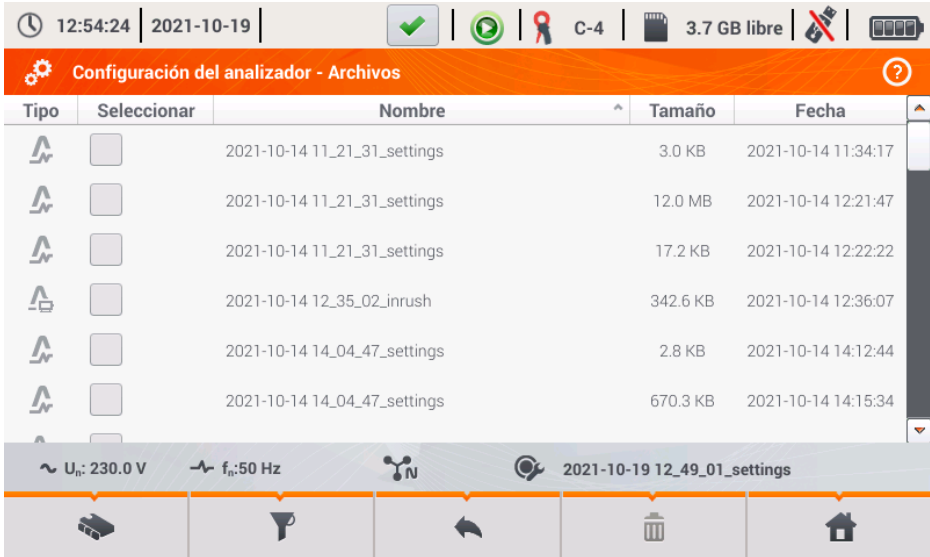

Fig. 19. Ajustes del analizador - administrador de archivos.
- **ARCHIVOS** – este panel permite ver y gestionar los archivos almacenados en la memoria del analizador. Al seleccionar esta opción, aparece una ventana con lista de archivos como se muestra en la Fig. 19.